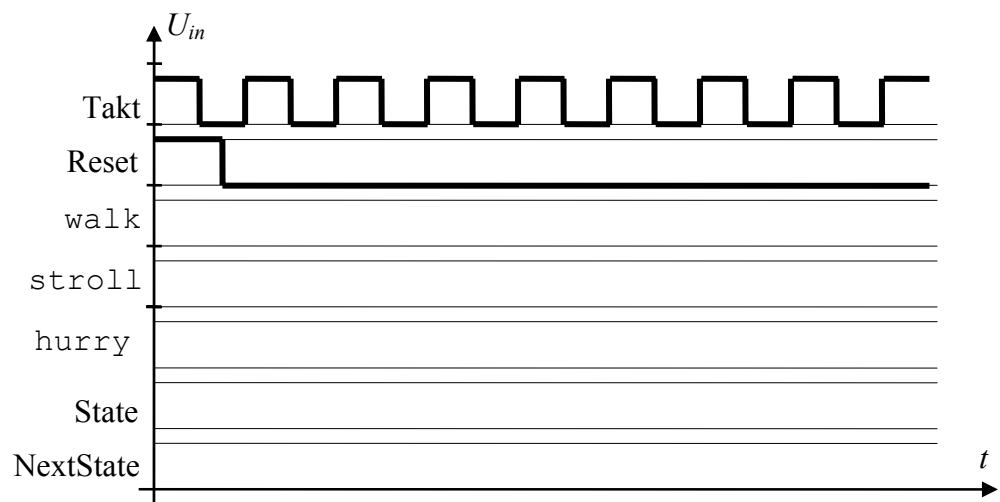

Abbildung 4.1
- (d) Tragen Sie den Zeitverlauf von `walk`, `hurry` und `stroll` in Abbildung 4.1 ein!